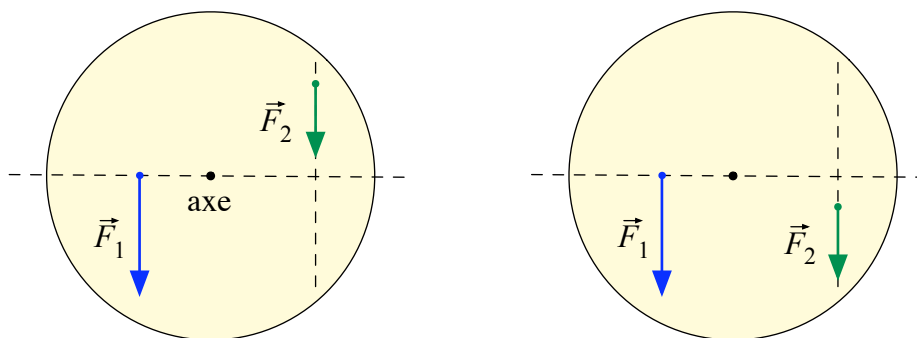

FIGURE 22 – Déplacement du point d'application sur la droite d'action
**Expérience 2.2** Considérons le disque de la figure 22, mobile autour d'un axe fixe. Nous allons appliquer les forces  $\vec{F}_1$  et  $\vec{F}_2$  de sorte que le disque soit en équilibre.